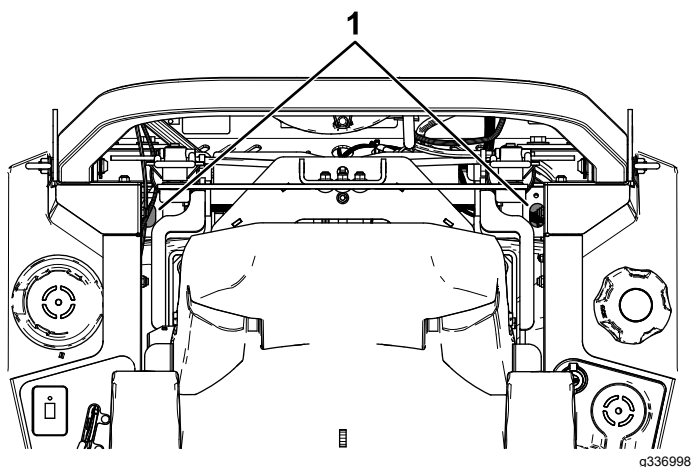

Figura 74
- **Transmisiones hidrostáticas ZT 4400:** utilice una extensión y una llave de vaso de 7/16" para acceder al tapón de ventilación desde la parte superior de la máquina a través de los orificios situados cerca de los soportes de la barra antivuelco (Figura 74).